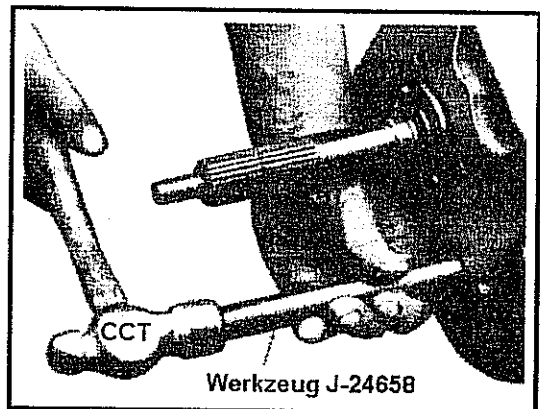

Abb. 11-13 Entfernen der Lagerwelle zur Vorgelegewelle
- Mit einem Dorn die Lagerwelle der Vorgelegewelle austreiben. Siehe Abb. 11-13. Die Vorgelegewelle und die Druckscheiben mit Laschen aus dem Getriebe entfernen.